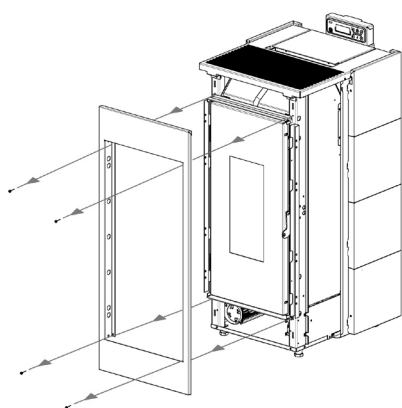

Fig. 38 - Remoção do painel frontal
- Remover o painel frontal: desaparafusar os 4 parafusos (ver **Fig. 38**).